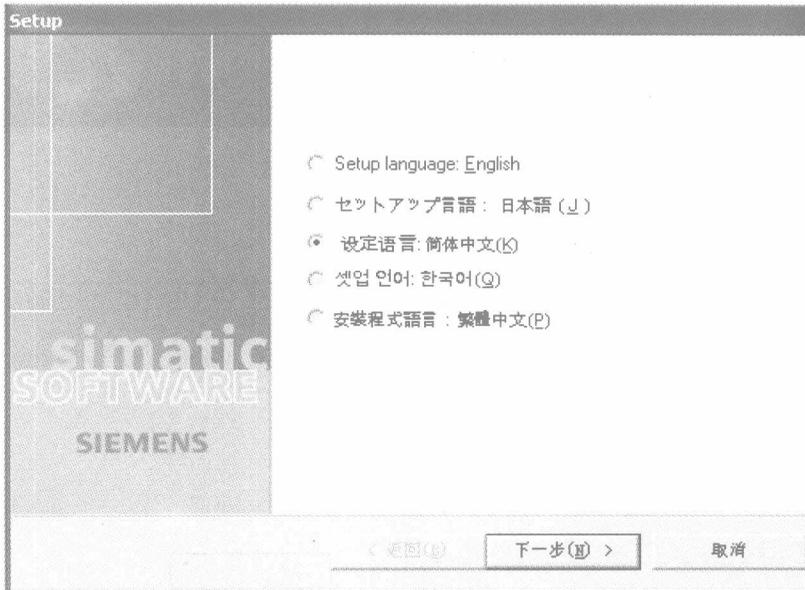

图 2-1 安装 WinCC flexible 1—设定安装语言
① 程序提示选择安装界面语言(如图 2-1 所示)。此处选择的只是在安装过程中所使用的界面语言,和今后程序界面语言、组态多语言项目没有关系。